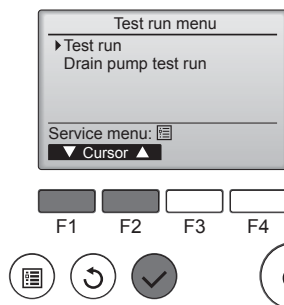

Fig. 6-4
- ④ Selecteer "Test run" (Proefdraaien) met de toets of en druk op de toets . (Fig. 6-4)